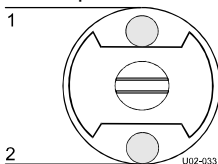

Figure 14 : Position de l'axe auto-bloquant.
2. Placer la bobine vide sur l'axe, en maintenant l'axe comme sur la Figure 14.
3. Introduire l'axe dans le cylindre central de la bobine de film, en maintenant l'axe auto-bloquant comme sur la Figure 14.
4. Remettre en place l'axe avec la bobine de film dans le sens correct sur ses suspensions (voir Figure 14).